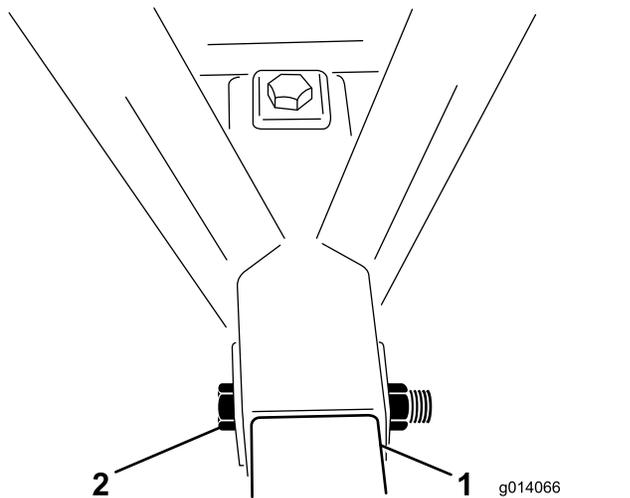

图 4
5. 把一个螺栓 1 x 6-1/2 英寸从框架插入挂钩管然后使用锁紧螺母固定 图 4。上紧锁紧螺母扭矩至 976~1,193N·m。
6. 把一个螺栓 1 x 6-1/2 英寸从框架顶部插入挂钩管然后使用锁紧螺母固定 图 4。上紧锁紧螺母扭矩至 976~1,193N·m。